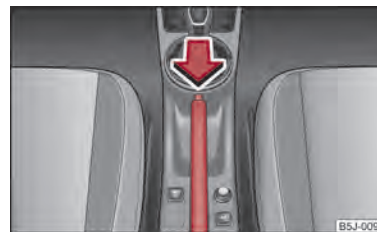

Fig. 80 Consola centrală: Frâna de staționare
- Acționați maneta frânei de mână puțin în sus și în același timp apăsați butonul de blocare ⇒ fig. 80.